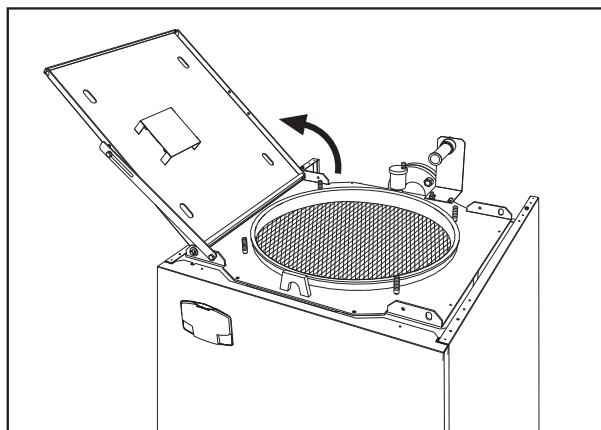

fig. 33
5. Open the burner door (fig. 33).